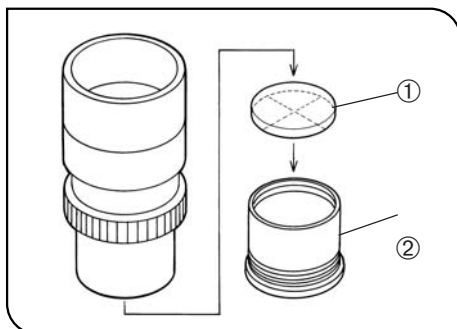

Abb. 28
4 Verwenden der Okularmikrometerplatte (Abb. 28)
Gemäß Abb. 28 die eingebaute Mikrometer-Fassung ② durch Drehen gegen den Uhrzeigersinn vom Okular abschrauben und eine Mikrometerplatte in die Fassung einsetzen.